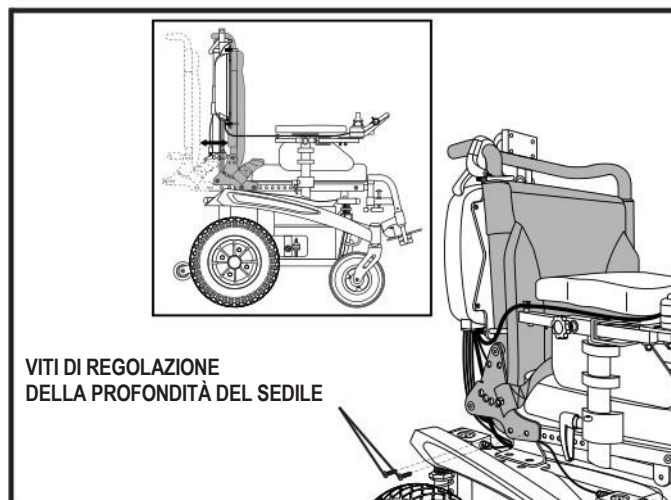

Figura 13. Regolazione della profondità del sedile
2. Rimuovere le due viti di regolazione della profondità del sedile da ciascun lato. **Vedere figura 13.**